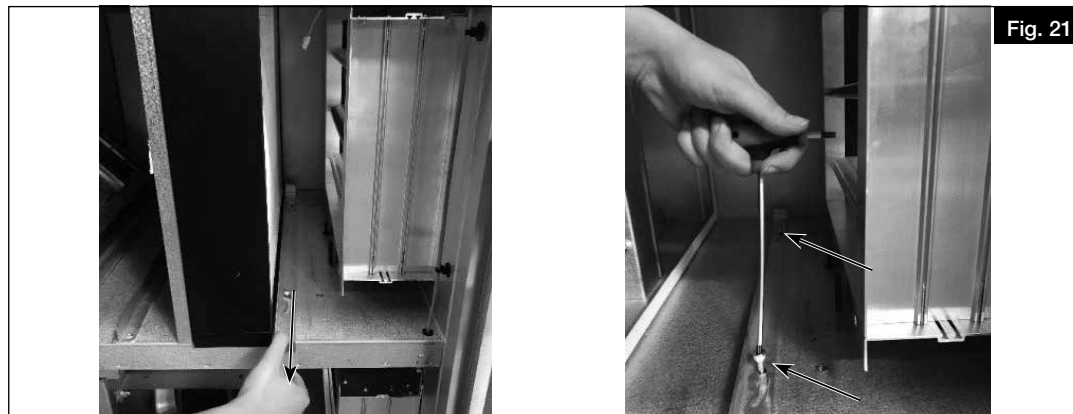

Fig. 21
1. Retirer la fermeture (voir Fig. 21).